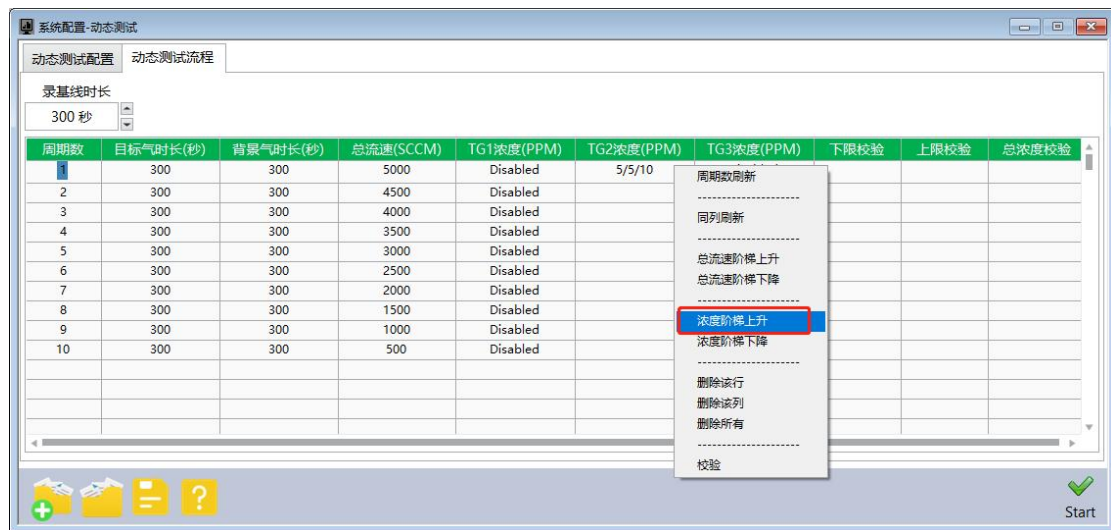

图 14
(3) 在了解可设定浓度范围后，关闭帮助界面，在给定的浓度范围内输入目标气浓度。
(4) 与流速设定类似，设置目标气浓度时可以选择“同列刷新”“浓度阶梯上升”“浓度阶梯下降”，如图 14 所示。输入 TG2 浓度为 5/5/10，选择浓度阶梯上升，则第一个周期 TG2 浓度初始值为 5 PPM，往后每个周期浓度都比上一周期浓度高 5 PPM，共有 10 个周期。
(5) 注意事项：